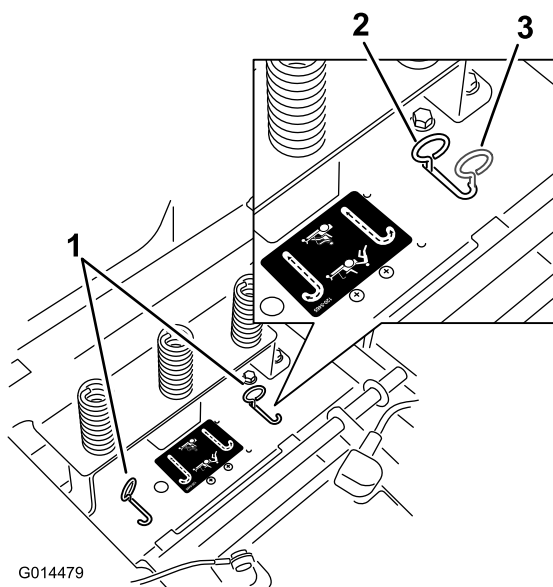

Bild 23
4. Schieben Sie die Sicherheitshebel nach vorne und dann nach außen, um sie zu arretieren, wie in Bild 23 dargestellt, um die Radmotore auszukuppeln. Wiederholen Sie die Schritte für jeden Hebel.
Schieben Sie die Sicherheitshebel nach innen und drücken sie dann zurück in den horizontalen Schlitz (Bild 23), um die Radmotore einzukuppeln.